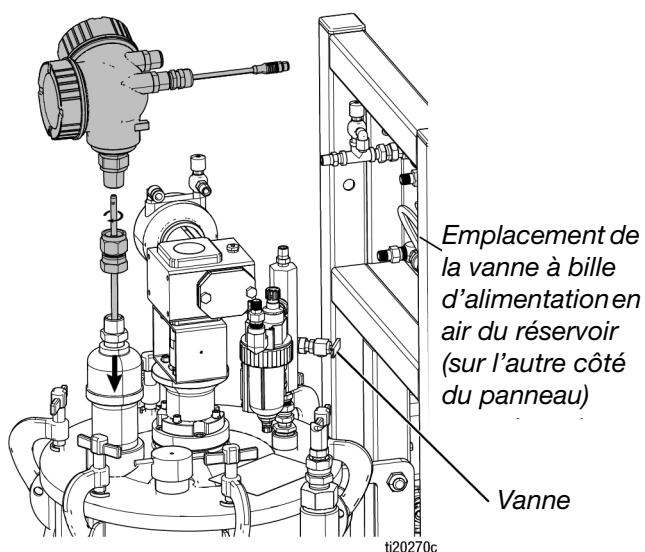

FIG. 9 : Installation du capteur de niveau
1. Lorsque le réservoir est vide, fermer la vanne à bille d'alimentation en air du réservoir puis ouvrir la vanne (1010) qui se trouve sur l'ensemble du collecteur pneumatique du réservoir (218) pour relâcher la pression du réservoir. Voir FIG. 9.